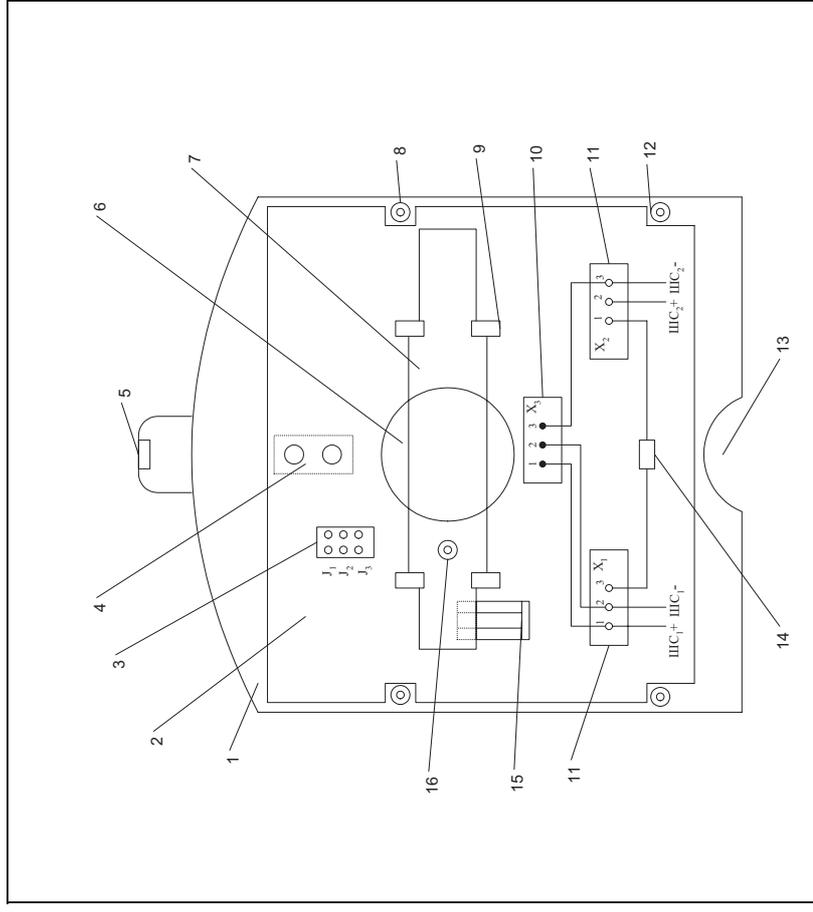

Рис. 6.1
6.2.1. Извещатель представляет собой конструкцию, состоящую из основания, внутренней крышки и наружной крышки. Основной цвет наружных поверхностей извещателя - красный. (ЦФСК 425.232.001-01 СБ). На Рис.6.1. показано основание извещателя с платой и расположенными на ней монтажными и индикационными элементами и приводными элементами кнопки извещателя.
Провода пропустить в канал (Рис. 6.1)
После монтажа проводов поставить на место обе крышки и опломбировать в местах, указанных на Рис. 6.1. (при этом кнопка должна быть в верхнем положении).
6.2.2.1. После приемки извещателя ОТК производится пломбирование одного из винтов 14 крепления электронной платы 2 и скобы 3 крепления плоской пружины 7 к основанию 1 корпуса извещателя (с обратной стороны извещателя). Пломбирование производится печатью ОТК. Место пломбирования указано на Рис.6.1. (поз. 14).
6.2.2.2. После монтажа извещателя, монтажная организация производит пломбирование одного из винтов крепления внутренней крышки к основанию. (Рис.6.1).